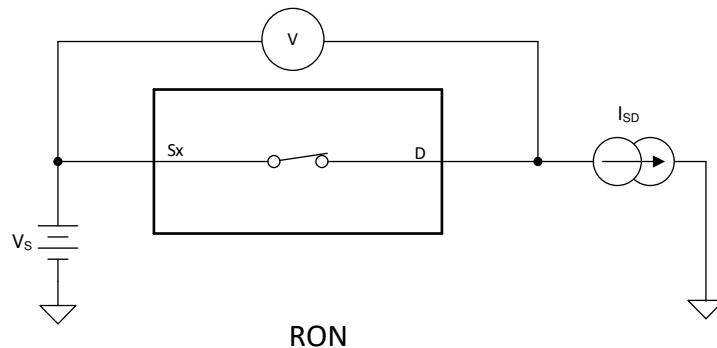

図 6-1. オン抵抗測定時の構成
デバイスのオン抵抗は、デバイスのソースピン (Sx) とドレインピン (Dx) の間の抵抗値 (Ω) です。オン抵抗は、入力電圧と電源電圧によって変化します。オン抵抗は、記号 R_{ON} を使用して示されます。図 6-1 に、 R_{ON} の測定に使用する測定構成を示します。この構成を使用して電圧 (V) と電流 (I_{SD}) を測定し、 R_{ON} は $R_{ON} = V / I_{SD}$ で計算します。